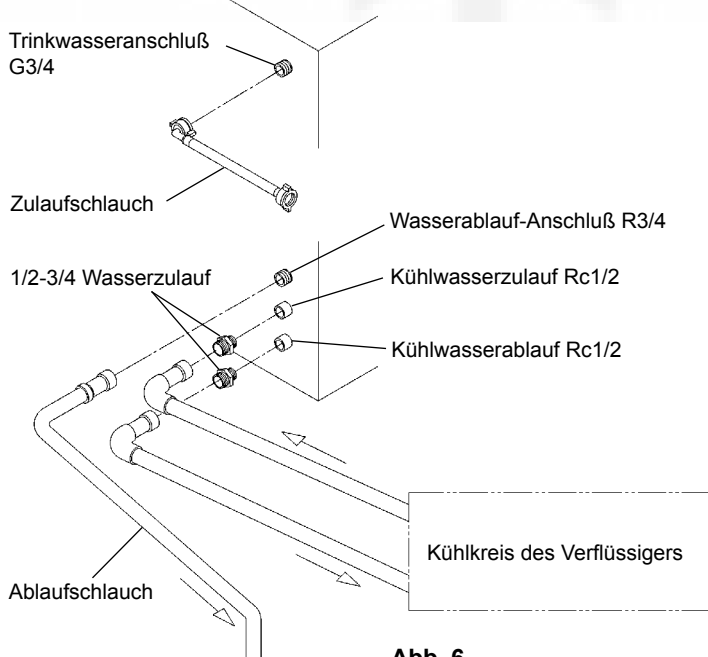

Abb. 6
[a] Standardanschlüsse entsprechend der WRC-Bestimmungen im Vereinigten Königreich (Abb. 6 und 7)
5) Mittels eines geeigneten starren Rohrs den Kühlkreislauf des Verflüssigers mit den freien Enden der 1/2-3/4 Wasserzulaufe wie dargestellt (Abb. 6) verbinden. Mit PTFE-Band oder geeignetem Abdichtmittel die Verbindung abdichten.